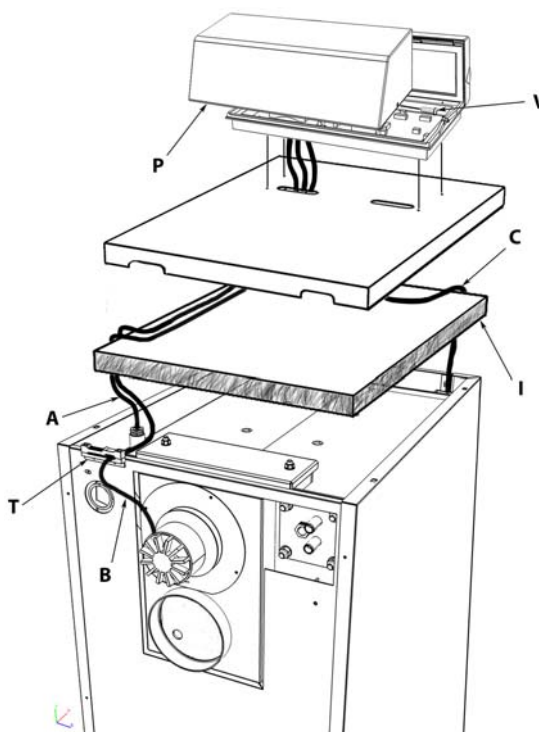

fig. 4 - Montage panneau de commandes
2. Amener les câbles du ventilateur "B", de la sonde "A" et du micro-interrupteur porte "C" comme indiqué sur fig. 4